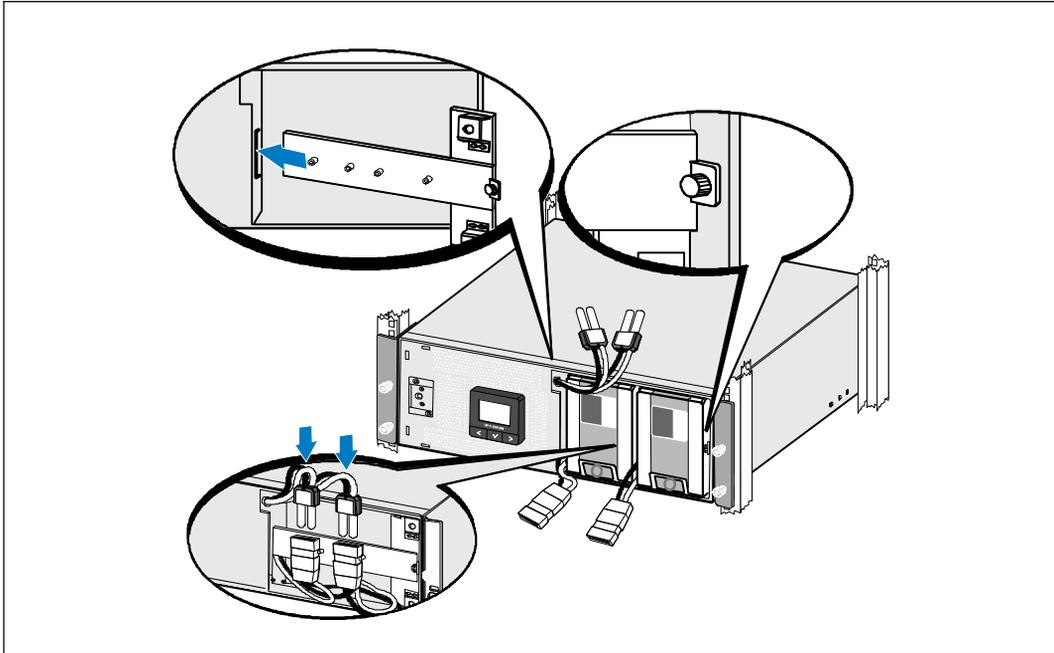

Figure 13. Remontage du Support de Maintien des Batteries et Connexion des Connecteurs Internes des Batteries
- 9 Remettez en place le support de maintien des batteries (voir Figure 13).